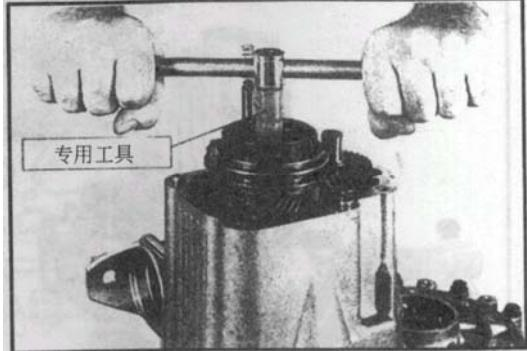

图 4-19 拆卸变速器 (十)
(10) 用专用工具旋下五档同步器固定螺栓及垫圈, 如图 4-19 所示。